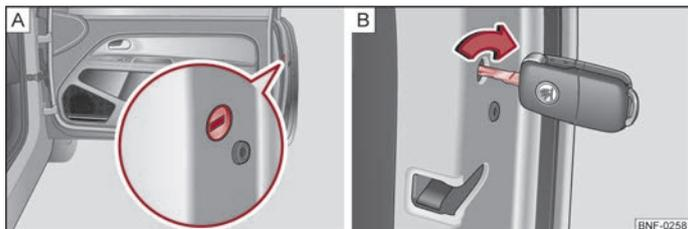

Fig. 13 Bloccaggio di emergenza della porta
Nella parte frontale delle porte sprovviste di cilindro di chiusura si trova un meccanismo per il bloccaggio di emergenza ⇒ fig. 13 - A, che è visibile solo dopo aver aperto la porta.
- Inserire la chiave nella fessura ⇒ fig. 13 - A e girarla per la porta destra nel senso della freccia nella posizione orizzontale in senso orario ⇒ fig. 13 - B oppure girarla per la porta sinistra in senso antiorario.